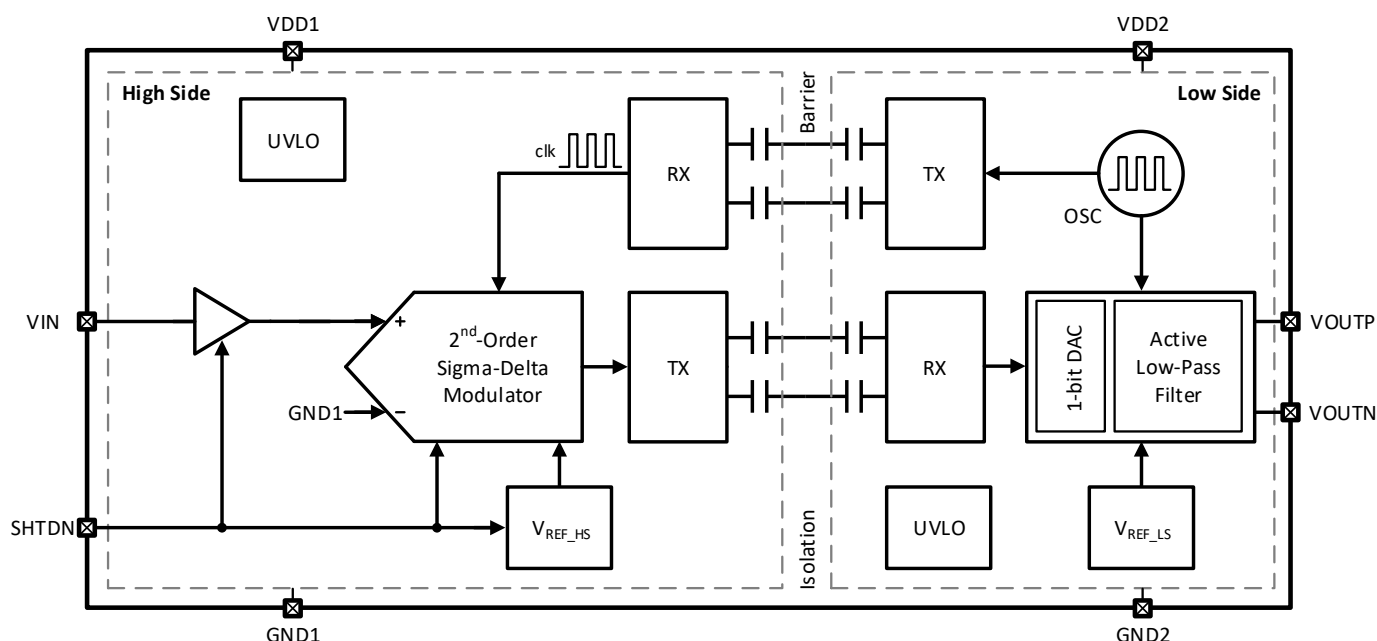

图 9-1 CA-IS1311 功能框图
CA-IS1311 器件是为电压检测而设计的高精度增强型隔离式运放。功能框图如图 9-1 所示。在高边，高输入阻抗缓冲器驱动二阶 Sigma-Delta ($\Sigma\Delta$) 调制器。该调制器将模拟信号转换成数字位流。为了在基于二氧化硅的隔离层的信号传输，数字位流通过使用简单的开关键控 (OOK) 调制方案和高频载波进一步调制。接收机 (RX) 在低边将接收到的调制信号恢复成原始的数字位流。经过 1 位数模转换器 (DAC) 处理后，数字位流被送到有源低通滤波器继而产生模拟输出。为了整个芯片的同步，时钟在低边产生并发送回高边，确保所有的时钟同源。